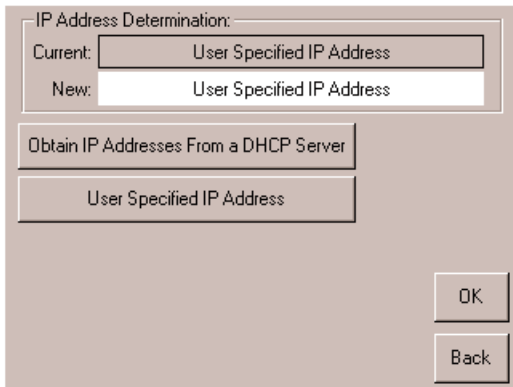

Figure 3–11. Écran de définition d'adresse IP utilisateur
2. Touchez l'option IP Address Determination (Définition d'adresse IP) (voir Figure 3–10) puis sélectionnez l'option User-Specified IP Address (Adresse IP spécifiée par l'utilisateur) (voir Figure 3–11).